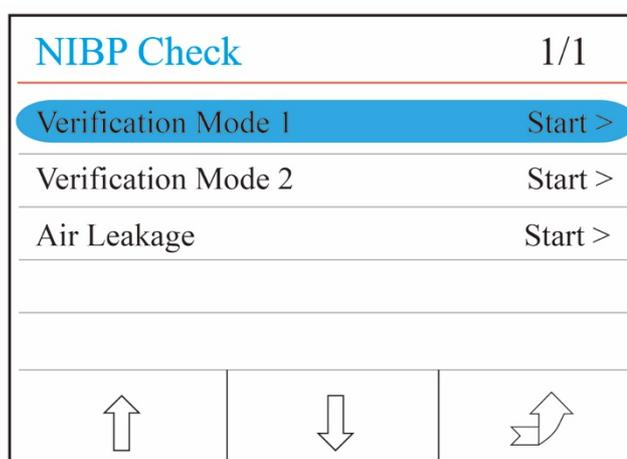

Figura 4.13 Pantalla de configuración de verificación NIBP
- ✧ "Verificación NIBP": presione para ir a la pantalla de configuración de verificación NIBP, tal y como muestra la figura 4.13.